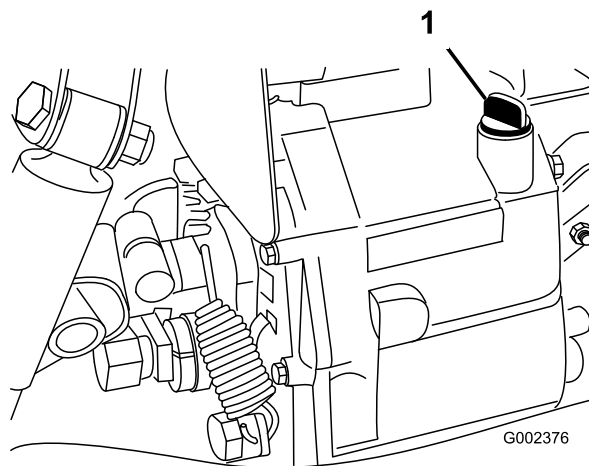

Bild 16
2. Reinigen Sie den Bereich um den Peilstab (Bild 16).